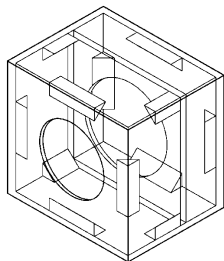

Fig. 1
9. Utilisez si possible de le MDF à 2 ou 3 couches et une attache (Voir fig. 1) pour renforcer l'enceinte et obtenir une performance optimale. Utilisez des MDF de 21 mm (3/4 de pouce) ou des HDP.